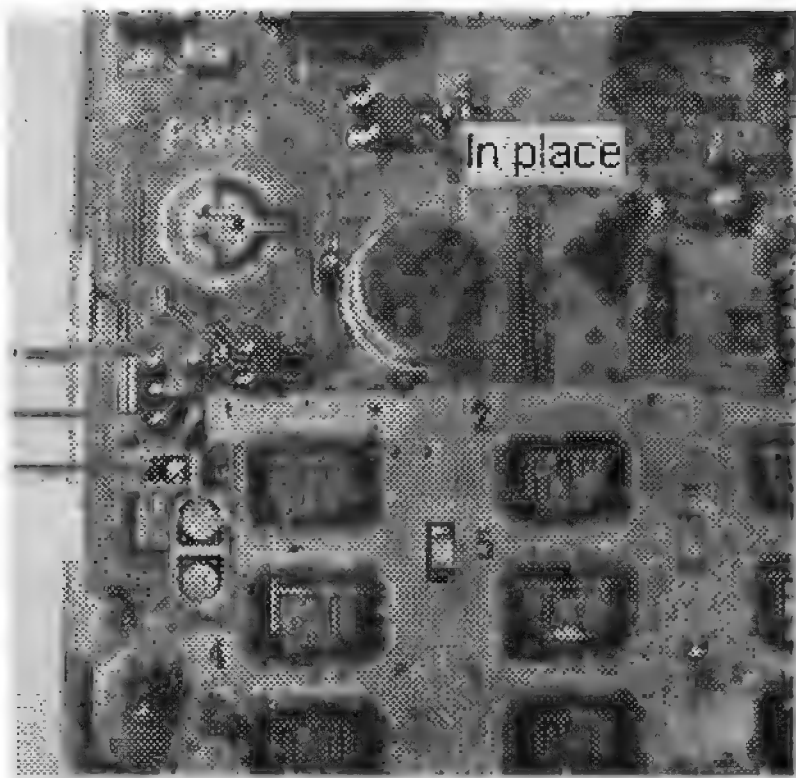

Рис. 6.14. Фото плат трансивера после доработки
10. Затем найдите резистор, который расположен ниже этой группы диодов или (если смотреть иначе) слева от клавиши под номером «1», и тоже удалите. На этом модификация окончена. На рис. 6.14 представлено фото плат трансивера после доработки.